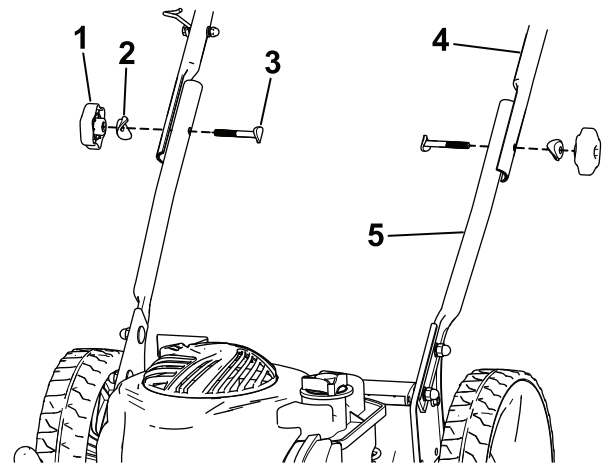

Bild 4
2. Befestigen Sie den oberen Holm mit zwei Handrädern, zwei Wellenscheiben und zwei Schrauben am unteren Holm. Ziehen Sie die Handräder des Holms mit der Hand fest (**Bild 4**).